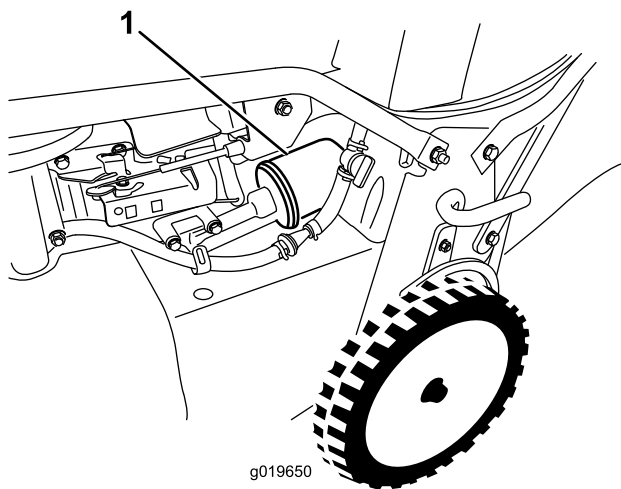

Figura 24
- Retire el filtro de aceite (Figura 24).